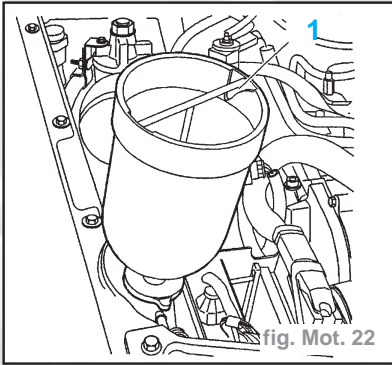

fig. Mot. 22
- Monter sur l'orifice de remplissage le cylindre de charge (1) 4520-T (fig. Mot. 22).
- Reposer la vis (1) (joint neuf) (fig. Mot.
- Serrer la vis (1) à 2,5 daN.m